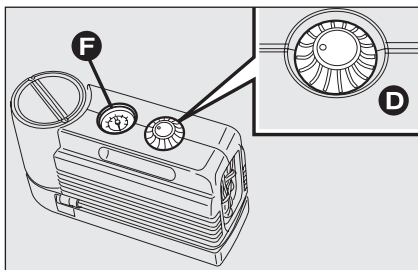
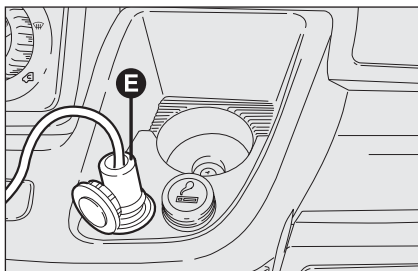

fig. 13
fig. 14
- s'assurer que l'interrupteur D-fig. 13 du compresseur soit en position 0 (éteint), lancer le moteur, introduire la goupille E-fig. 14 dans la prise de courant la plus près et actionner le compresseur en plaçant l'interrupteur D-fig. 13 en position I (allumé). Gonfler le pneu à la pression de 4 bar.
Pour obtenir une lecture plus précise il est conseillé de contrôler la valeur de la pression sur le manomètre F – fig. 13 le compresseur éteint;